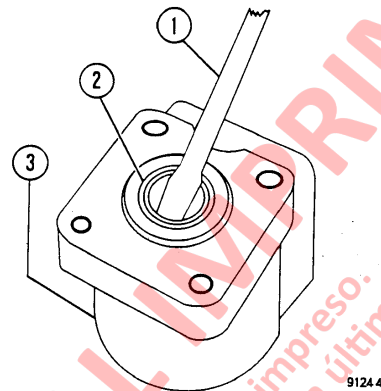

FIGURA 5-6. RETIRO DEL SELLO DE POLVO
13. Saque el sello de polvo (2, Figura 5-6) usando un destornillador. Tenga cuidado de no rayar o dañar la cavidad del sello de polvo.